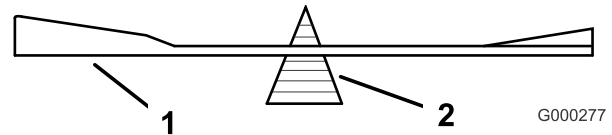

Figura 68
- Verifique el equilibrio de la cuchilla colocándola sobre un equilibrador de cuchillas (Figura 68). Si la cuchilla se mantiene horizontal, está equilibrada y